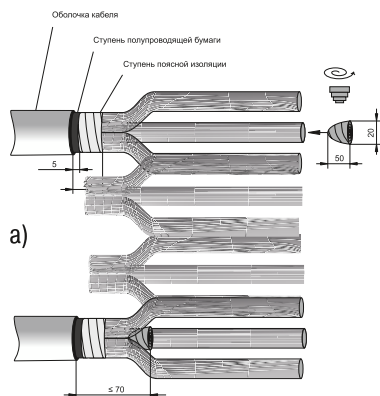

Рисунок 6
4.15 На расстоянии 5 мм от среза оболочки наложить временный бандаж на полупроводящий бумажный экран из 2–3 витков ХБ нити. Ленты экрана удалить от края поясной изоляции до бандажа. Бандаж удалить (рисунок 6а).
4.17 Из короткой ленты герметика сделать конус и тщательно вдавить его в «корешок» разделки кабеля. После уплотнения расстояние от края герметика до среза оболочки не должно превышать 70 мм (рисунок 6б).